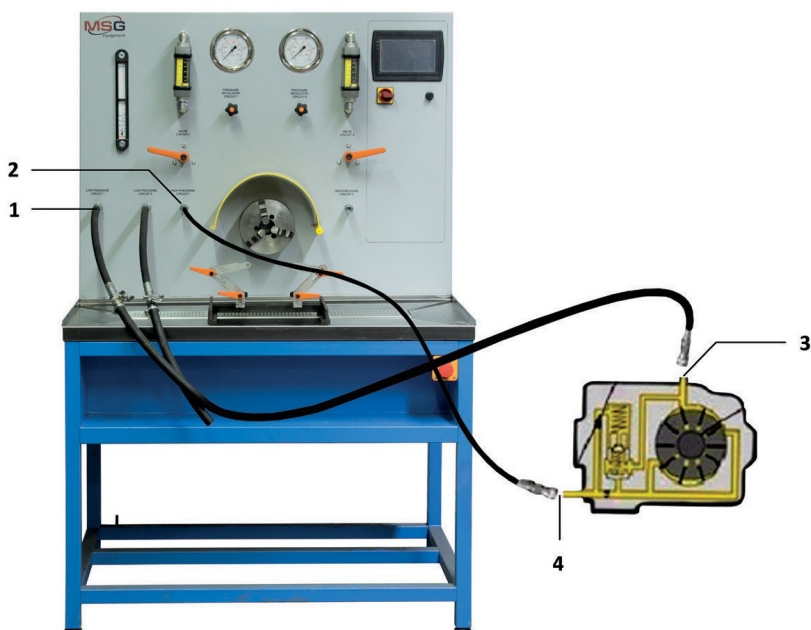

Рисунок 3. Подключение насоса гидроусилителя руля к стенду
4. Подсоедините рукава высокого и низкого давления к стенду и насосу см. рис. 3.